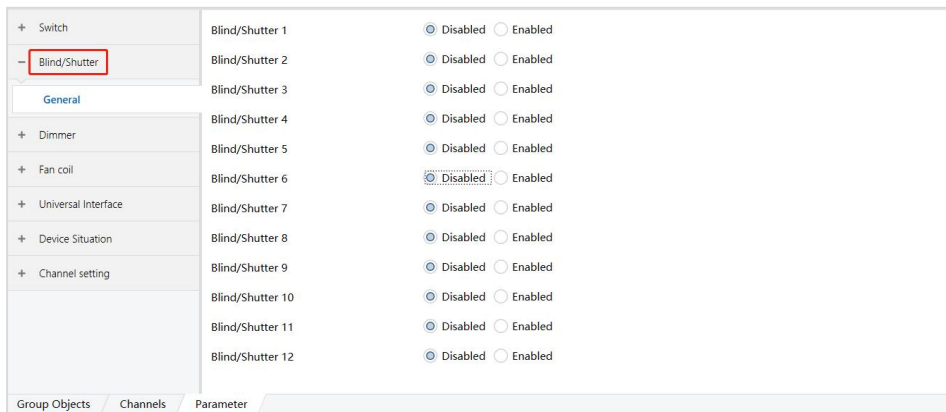

图 6.2.1
1) “Blind /Shutter” 参数界面表示窗帘功能块,有 Blind /Shutter 1~Blind /Shutter 12 共 12 组窗帘控制,可选项: “Disabled” (不启用)、 “Enabled” (启用),如图 6.2.1 所示。